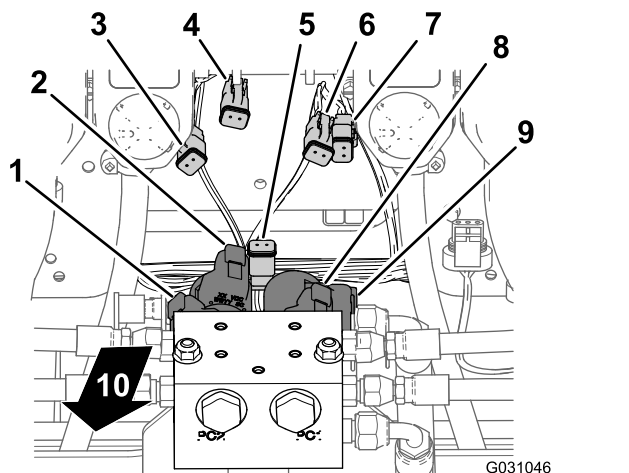
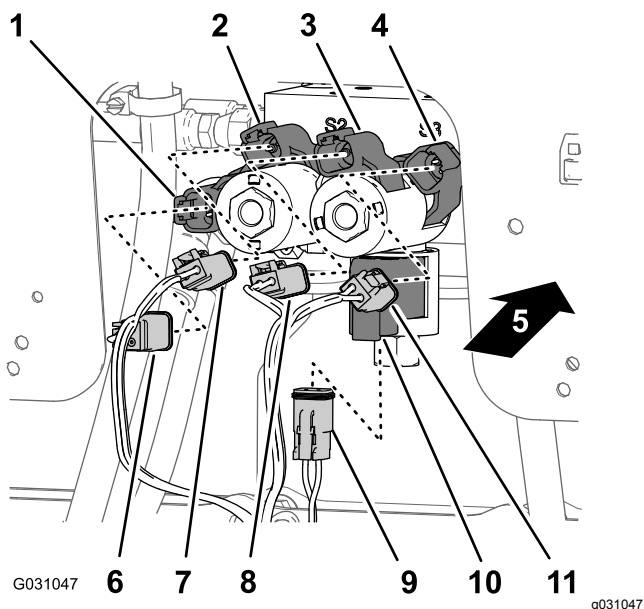

Figura 104
Figura 105
1. Nella parte inferiore del collettore del cilindro di sollevamento, collegate il connettore a 2 prese del cablaggio preassemblato posteriore indicato come **Enable Solenoid** (attivazione solenoide) al connettore a 2 pin per l'attivazione del solenoide (Figura 104 e Figura 105).
- Nel solenoide inferiore destro, collegate il connettore a 2 prese del cablaggio preassemblato posteriore indicato come **In basso a destra** al connettore a 2 pin per il solenoide in basso a destra (Figura 104 e Figura 105).
- Nel solenoide superiore destro, collegate il connettore a 2 prese del cablaggio preassemblato posteriore indicato come **In alto a destra** al connettore a 2 pin per il solenoide in alto a destra (Figura 104 e Figura 105).
il solenoide in basso a sinistra (Figura 104 e Figura 105).